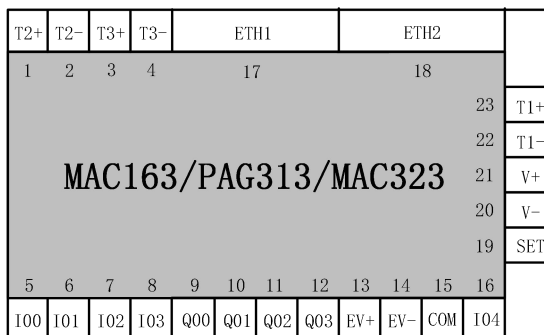

图 D-24 MAC163/PAG313/MAC323 接线原理图
- MAC163/PAG313/MAC323 接线原理图如图 D-24 所示,定义了产品端子编号和逻辑符号,供原理图设计时参考。